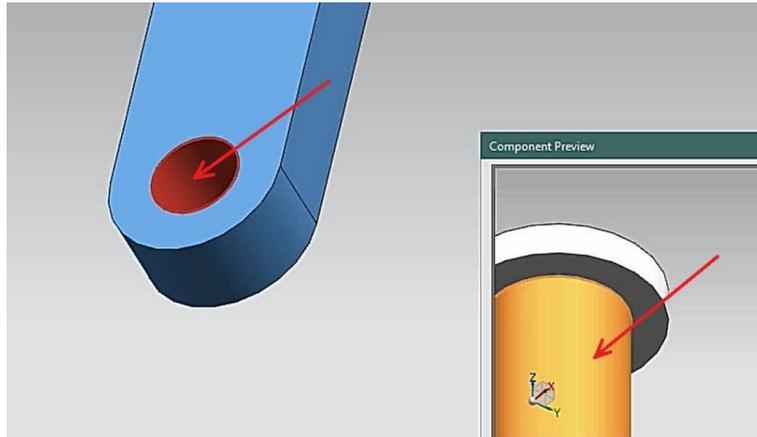

Figura 1.50 Superficie interior del barreno de **barra3b2.prt** y superficie lateral de **lápiz.prt**.
- Agregar una restricción, de tipo **Fit**. Seleccionar la superficie lateral del **lápiz.prt** y la superficie interior del barreno en la pieza **barra3b2.prt** (Figura 1.50).